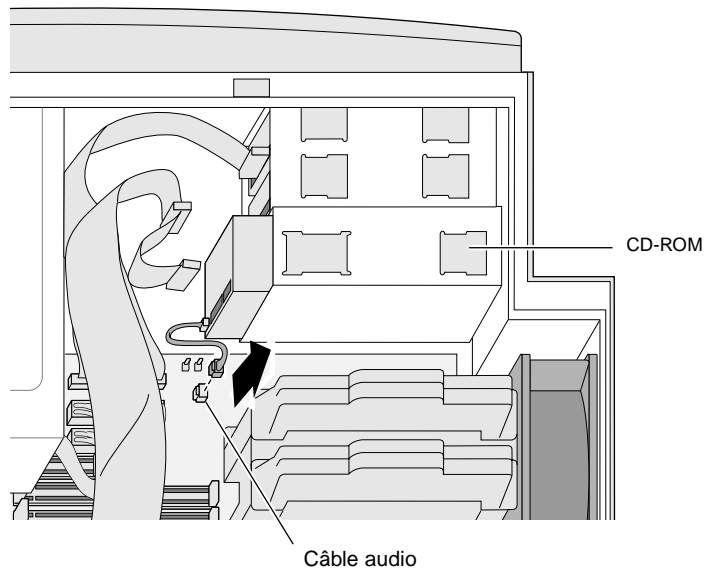

Figure 4-10 Déconnexion du câble audio
- Lorsque vous retirez un lecteur de CD-ROM ou de DVD-ROM, n'oubliez pas également de débrancher le câble audio connecté à la carte mère. Appuyez sur la languette de blocage pour libérer le câble (voir Figure 4-10).